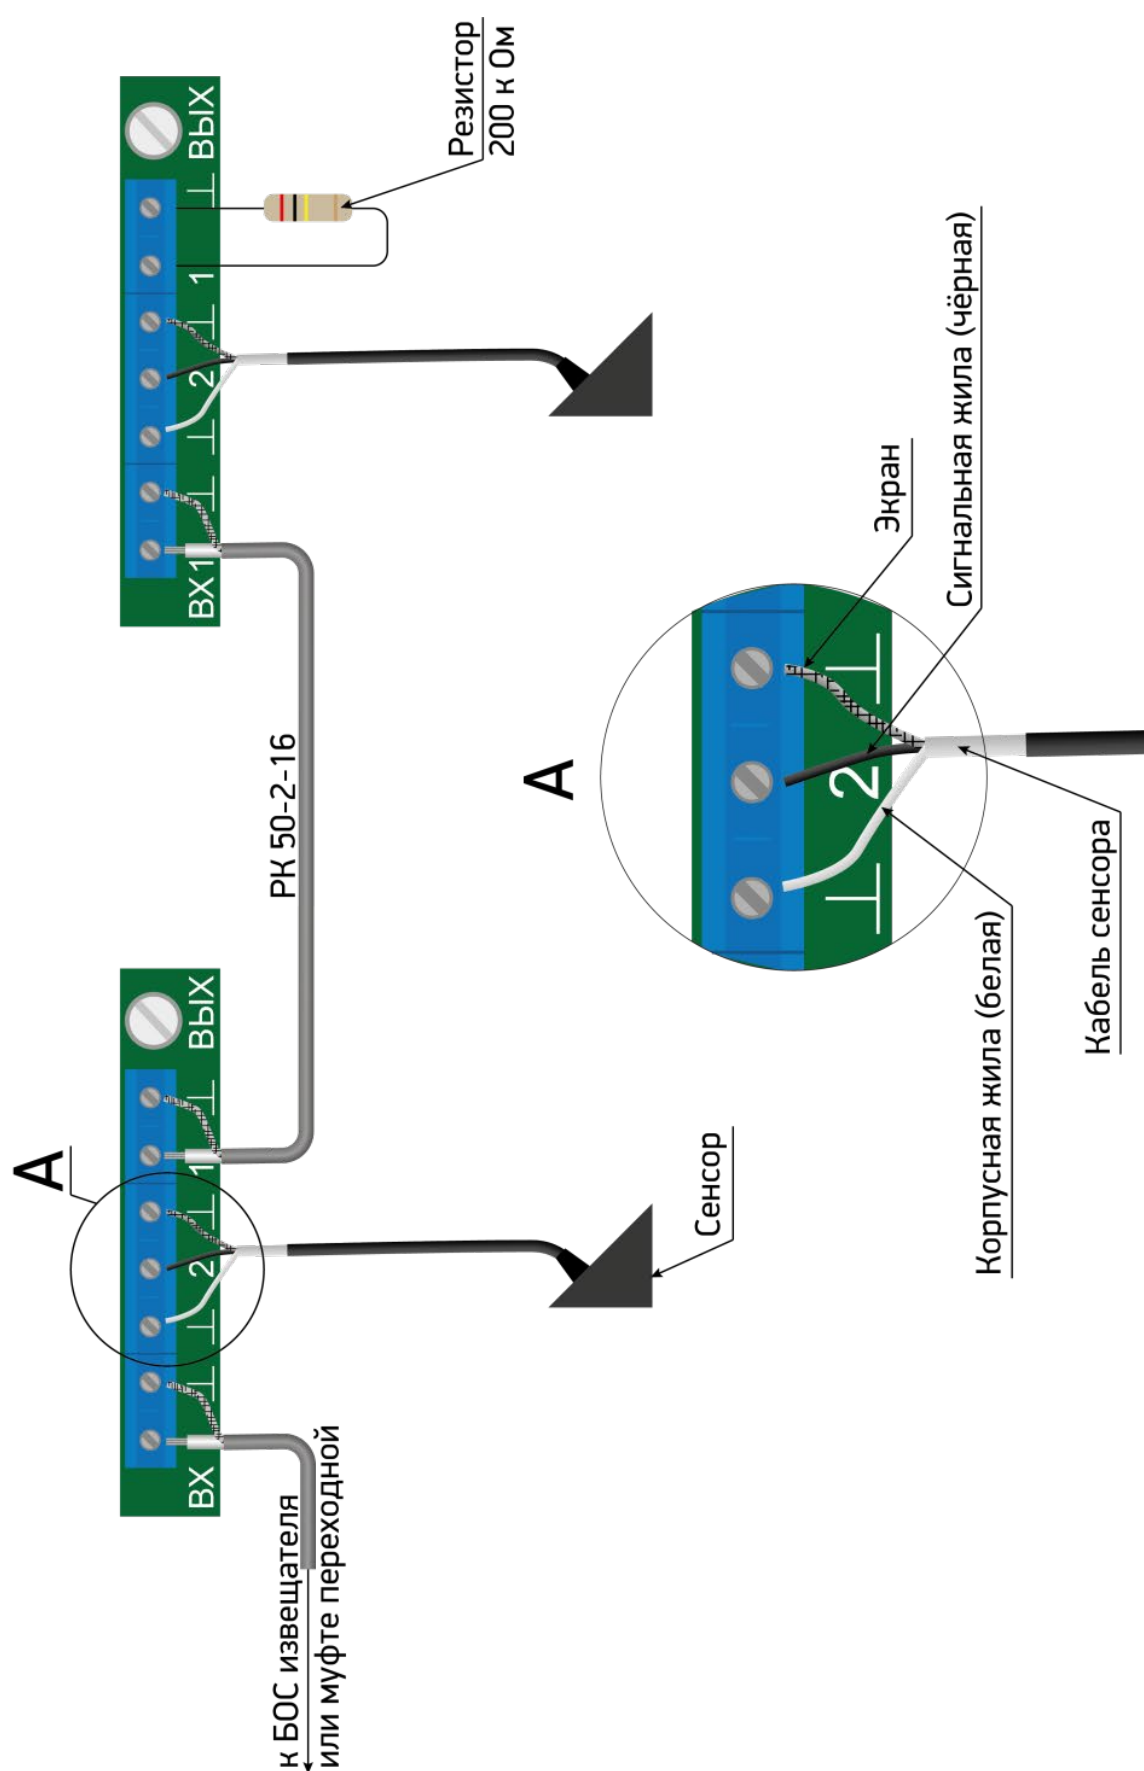

Рисунок 4.30
– центральную жилу кабеля соединительного РК, предназначенного для подключения к входу БОС и либо к муфте переходной (в зависимости от проекта), подключить к клемме «1 ВХ», экранирующую оплетку к клемме «┴» (рисунок 4.30);
– подключить сигнальную жилу кабеля сенсора (изоляция чёрного цвета) к клемме «2», вторую жилу (изоляция белого цвета) и экран кабеля сенсора подключить к двум крайним клеммам «┴» (рисунок 4.30);
– центральную жилу кабеля соединительного РК, предназначенного для подключения к следующему РЧС-Т, подключить к клемме «1 ВЫХ», а экранирующую оплетку к клемме «┴» (рисунок 4.30);